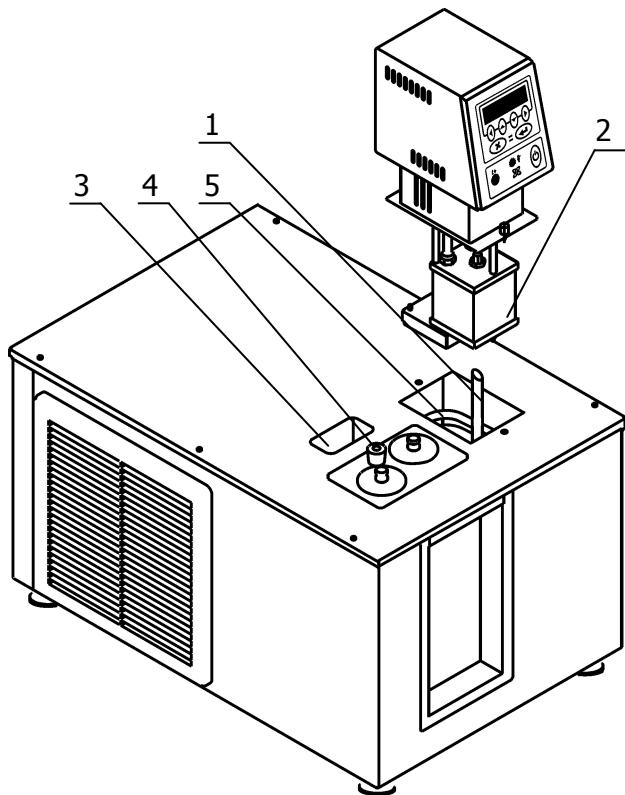
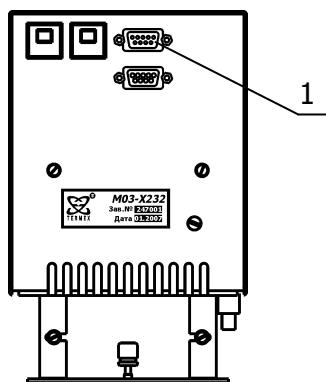
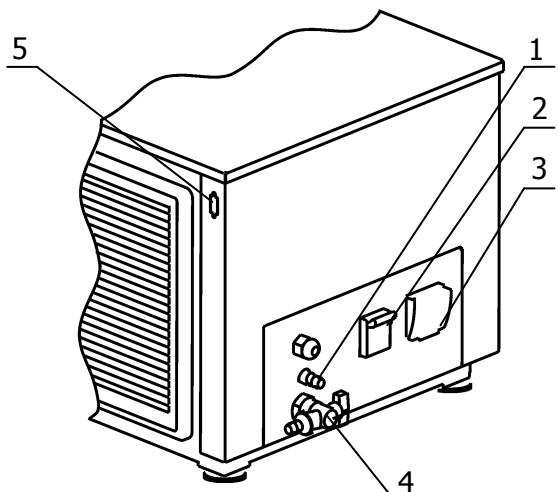

Рисунок 3 — Установка блока регулирования температуры
Рисунок 4 — Задняя панель блока регулирования температуры
Рисунок 5 — Задняя панель корпуса терmostата
2.2.3 Вставить выходную трубку 1 (рисунок 3) в соединительную муфту в основании ванны термостата коническим концом вверх, как показано на рисунке 3. Блок регулирования резервуаром 2 насадить сверху на трубку 1, преодолевая при необходимости сопротивление витков теплообменника 5. Погрузить его в ванну до упора и зафиксировать винтовыми фиксаторами на крышке термостата. Соединить блок регулирования температуры (разъем 1, рисунок 4) и холодильную машину (разъем 5, рисунок 5) кабелем из комплекта поставки. К переливному патрубку 1 (рисунок 5) присоединить сливной шланг и опустить его в ёмкость объемом не менее 1.5 л для сбора излишков теплоносителя.
2.2.4 Заполнить ванну термостата теплоносителем (учитывая диапазон температур регулирования, 1.2.6) через одно из отверстий в крышке корпуса термостата. Заполнять ванну следует до момента начала слива теплоносителя из патрубка 1 (рисунок 5).
2.2.5 Вставить вилку сетевого кабеля блока регулирования температуры в розетку 3, расположенную на задней панели ванны термостата (рисунок 5). Подключить термостат к однофазной питающей сети напряжением 220 В. Для этого в лабораторном помещении должна быть установлена электрическая розетка из комплекта поставки термостата.
2.2.6 Светильник из комплекта поставки вставить в отверстие 3. Отверстие 4 предназначено для размещения контрольного термометра (рисунок 3).
2.2.7 Автоматический выключатель 2 перевести в положение включено (рисунок 5).
2.2.8 При проведении работ по очистке терmostата, слить теплоноситель через сливной кран 4 (рисунок 5).